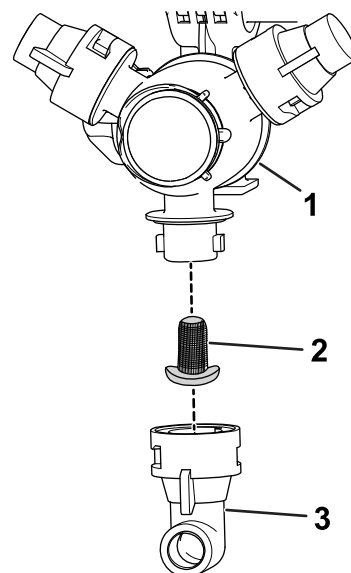

Figure 90
2. Déposez la buse de la tourelle de pulvérisation (Figure 90).
3. Déposez le filtre de buse (Figure 90).
5. Montez le filtre de buse (Figure 90).
6. Montez la buse sur la tourelle de pulvérisation (Figure 90).